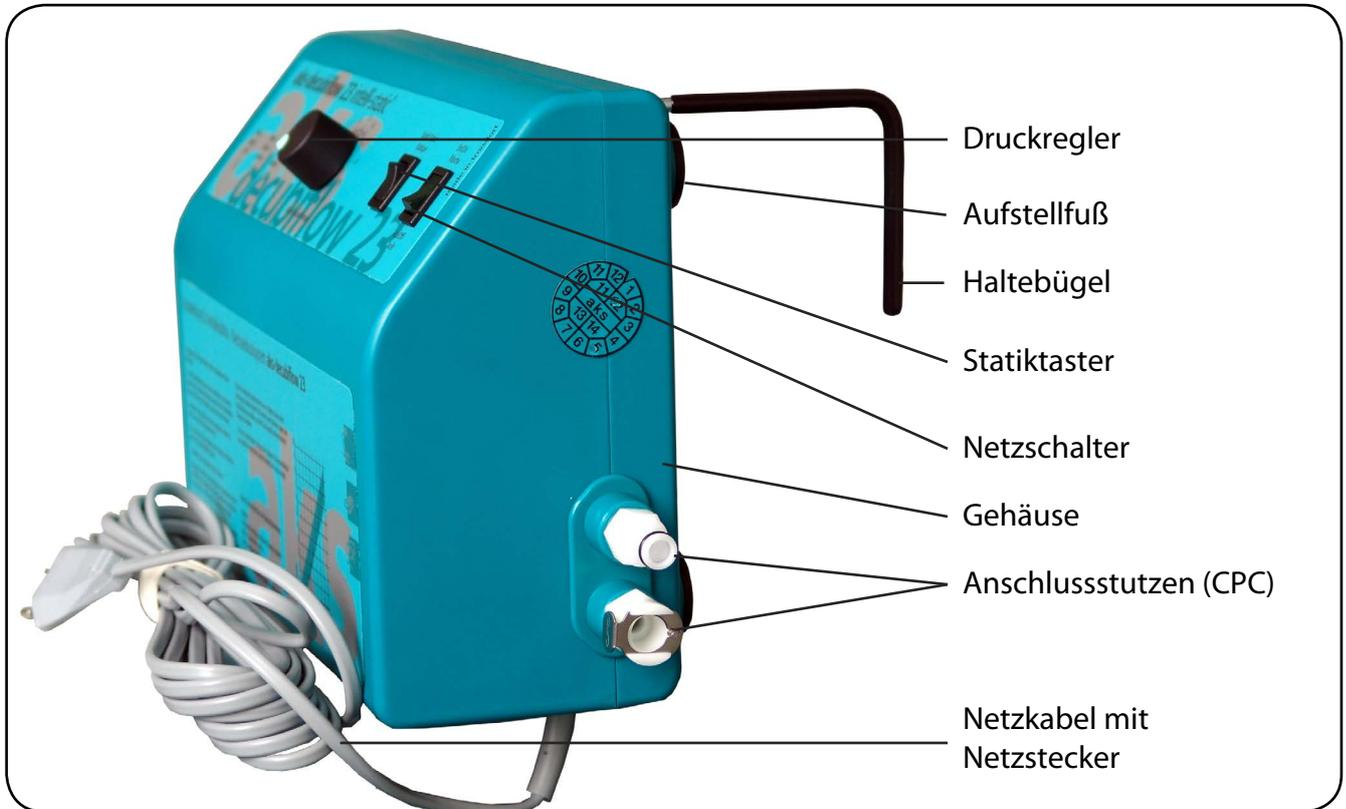

Abbildung 03
- Das Aggregat verfügt über eine Aufhängevorrichtung (Haltebügel) und 4 Aufstellfüße (siehe Abbildung 03+04). Hängen Sie das Aggregat mit den beiden umklappbaren Haltebügeln an das Fußende des Bettes oder stellen Sie es auf eine Konsole neben das Bett.